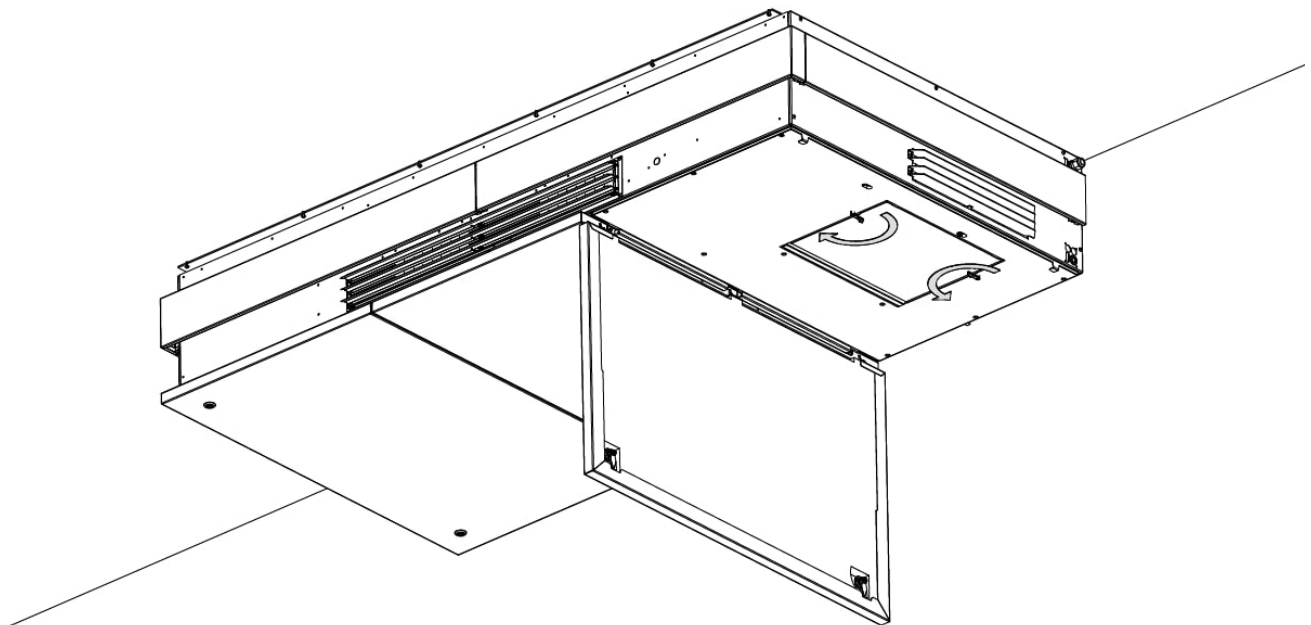

Abbildung 24: Öffnen der Filterklappe
2. Öffnen Sie die Filterklappe, siehe Abbildung 24.